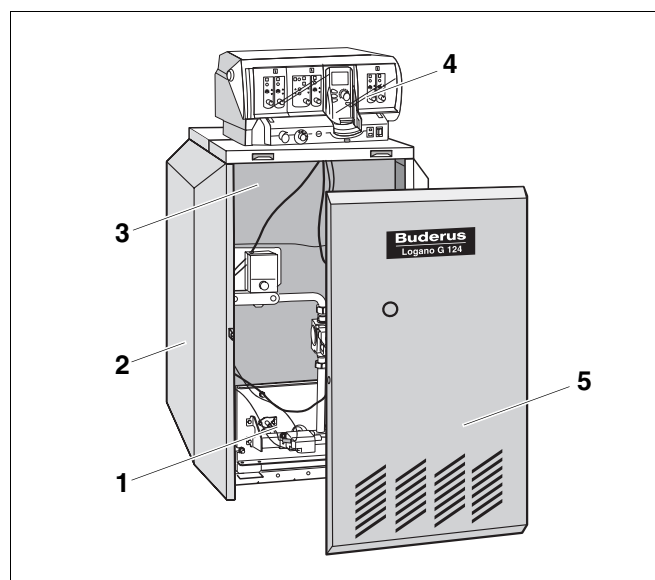

Fig. 1 Cazan special de încălzire Logano G124 WS
Cazanul special de încălzire Logano G124 WS (Fig. 1) este dotat din fabrică cu arzător și aparat de reglare.
- Blocul cazanului cu izolație termică (Fig. 1, **Poz. 3**) și arzător cu gaz (Fig. 1, **Poz. 1**).
- Mantaua cazanului (Fig. 1, **Poz. 2**) și peretele frontal al cazanului (Fig. 1, **Poz. 5**).
- Aparat de reglare (Fig. 1, **Poz. 4**).